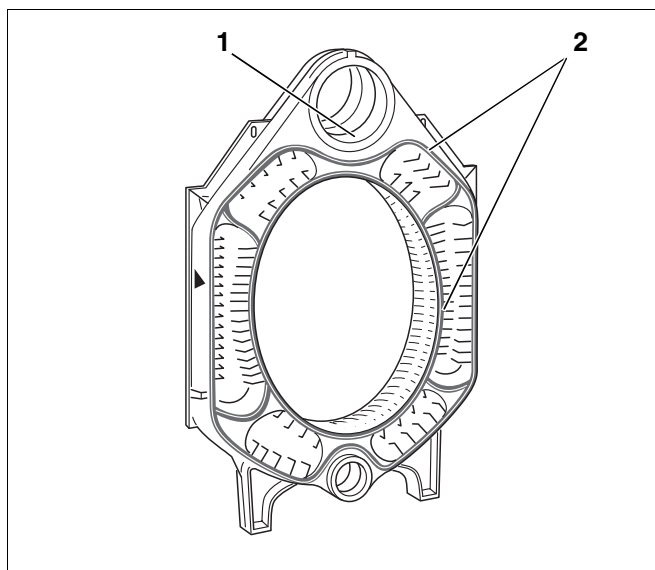

Fig. 14 Klargøring af mellemelementet
- Smør nippelgangene med mønje (Fig. 14, **pos. 1**).
- Smør tætningsfladerne med klæbemiddel (hæftegrund) (Fig. 14, **pos. 2**).